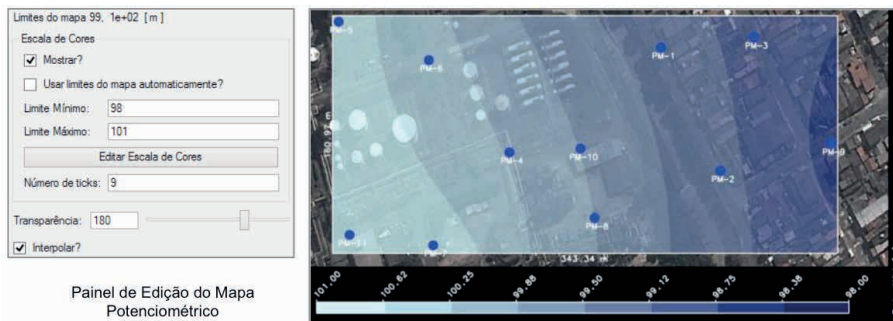

Figura 2.147 Exemplificação de Mapa Potenciométrico.
- Mapa Potenciométrico: apresenta o campo potenciométrico através de curvas isopotenciométricas (Figura 2.147).